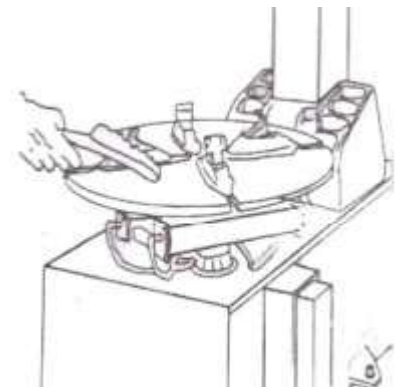

図 28
- ディーゼルオイルを使用してターンテーブルのチャック部とガイドレールを清掃し、リチウムグリースで潤滑してください(図 28)。